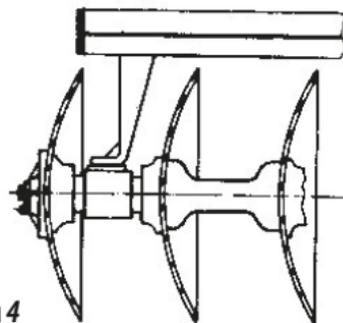

FIGURA 4
- Armar la armación con la sección de disco y observar que el soporte de fijación de los cojinetes (porta discos) debe quedar en dirección para la concavidad de los discos, conforme **figura 4**.
- Acoplar las mangueras (7) en el cilindro hidráulico.
- Levantar una armación (delantera o trasera), colocar el conjunto de los discos en línea, observar la disposición de los mismos en la **figura 4**. Hacer coincidir los agujeros de los soportes de los cojinetes (porta discos) con los agujeros de los cojinetes, y proceder el montaje a través de los tornillos (1) **figura 7**, observando que el soporte de fijación debe quedar en dirección a la concavidad del disco conforme **figura 4**.